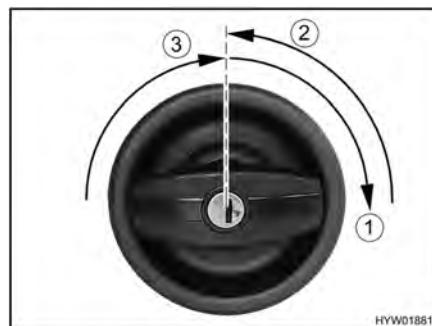

Fig. 22 Serrure de la porte cellule, à l'extérieur, ouvrir
- Insérer la clé dans le barillet et la tourner dans le sens des aiguilles d'une montre (Fig. 22,1) jusqu'à ce que la serrure de la porte soit déverrouillée.
- Ramener (Fig. 22,2) la clé sur la position intermédiaire et la retirer.
- Tourner le bouton de la porte dans le sens des aiguilles d'une montre (Fig. 22,3), jusqu'à ce que la serrure de la porte soit déverrouillée.